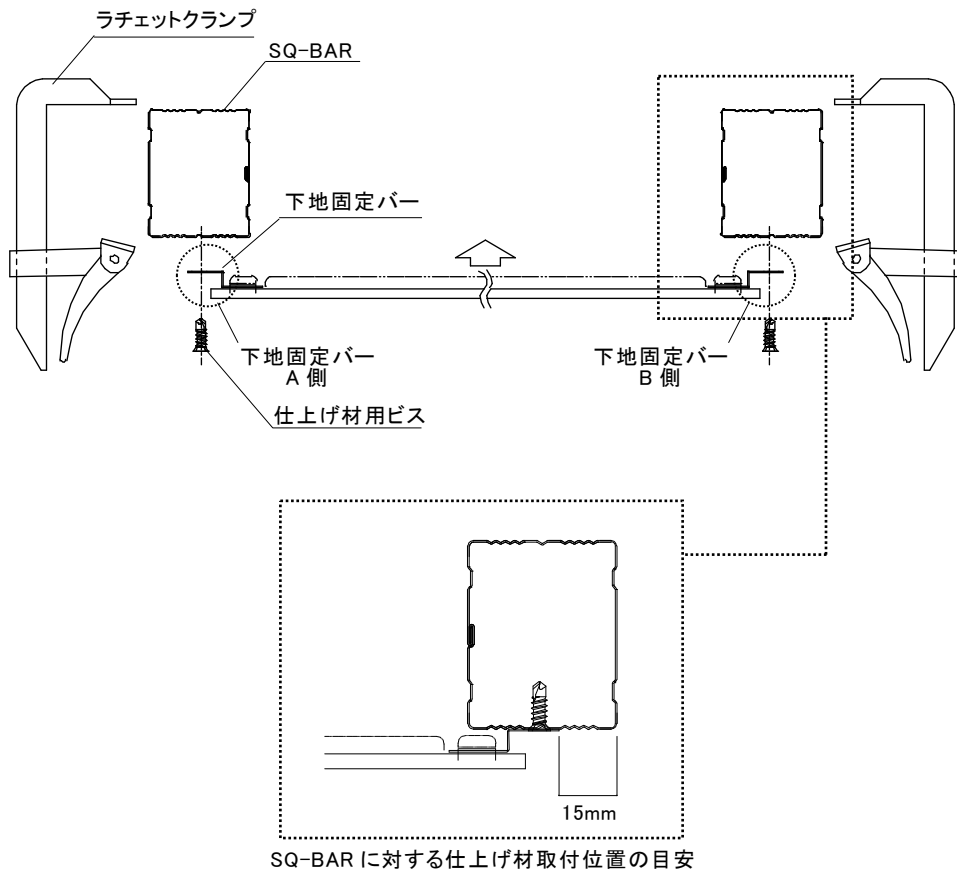

図 3-1-3 1 列目の仕上げ材の取付け (Y-Y 断面図)
- 2) SQ-BAR に対して仕上げ材の下地固定バーの下孔位置から仕上げ材用ビスで固定する。(図 3-1-3 参照)